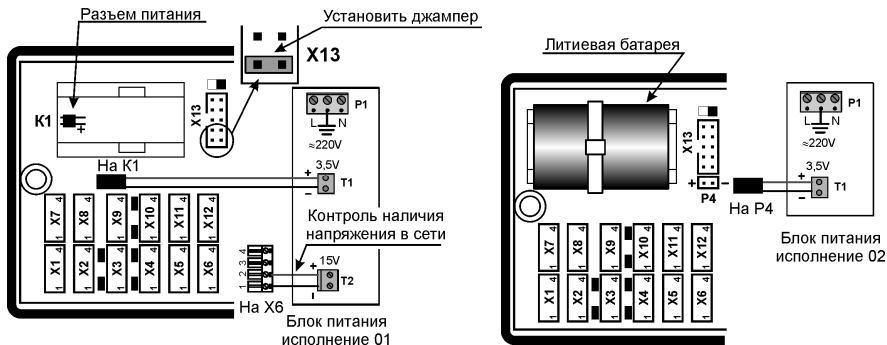

Рис. 3 – Схема подключения блока сетевого питания
Схема подключения блока питания приведена на рис. 3.
3. Установить джампер на два нижних контакта разъема X13 (рис. 3).
5. Подсоединить разъем кабеля питания T1 (3,5В) к контактам K1 вычислителя (рис. 3), соблюдая полярность.
6. Подключить к разъему X6 вычислителя (при необходимости контроля питания сетевых расходомеров) кабель «контроля напряжения» T2 (15В) (рис. 3).
2. Подсоединить разъем кабеля питания T1 (3,5В) к разъему P4 вычислителя (рис. 3), соблюдая полярность.